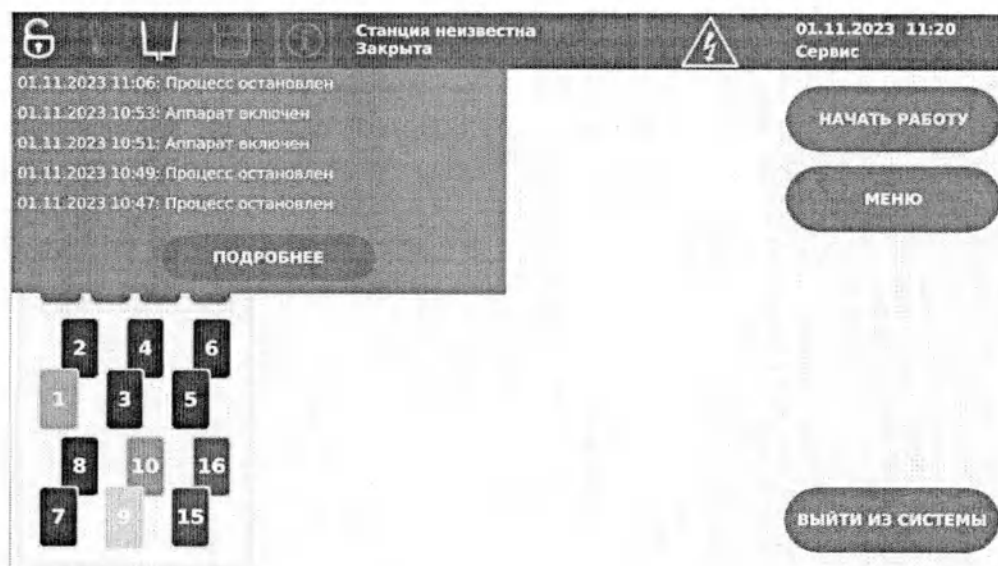

Рисунок 3.22– Индикатор информации
- 5) Индикатор информации (Рисунок 3.22– Индикатор информации) – элемент графического интерфейса Пользователя, информирующий о событиях, происходящих во время работы Изделия.